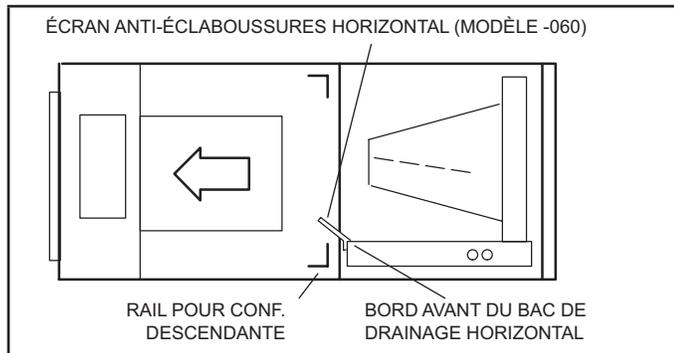

FIGURE 12. Configuration pour refoulement du côté gauche
- 8 - Installez l'écran horizontal (modèle -060) sur le bord avant du bac de drainage horizontal comme illustré à la figure 12.